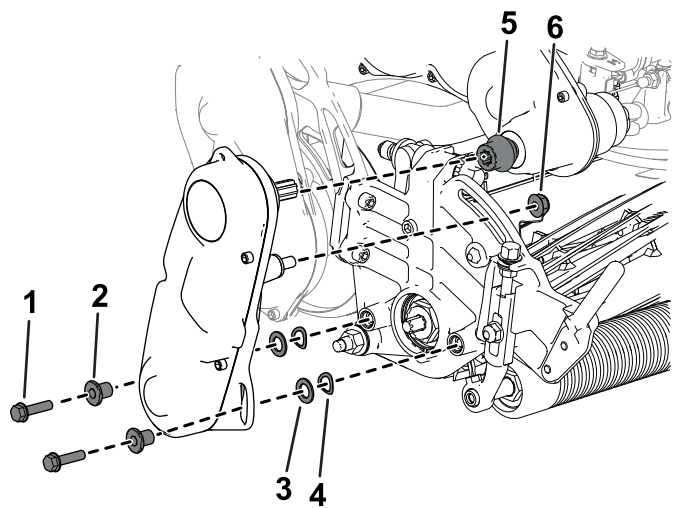

Figura 49
3. Rimuovete il gruppo di trasmissione del cilindro dall'apparato di taglio (Figura 49) e conservate la bulloneria.